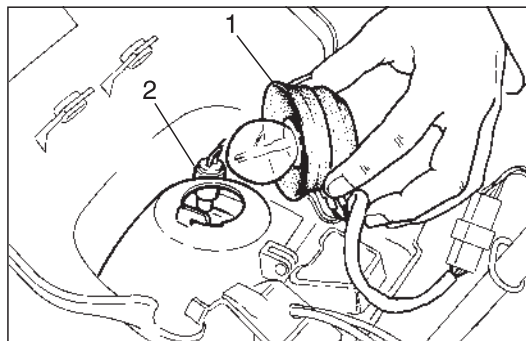

Fig. 40
SOSTITUZIONE LAMPADINE FANALE ANTERIORE (Fig. 40)
- togliere il cappuccio in gomma (1-Fig. 40);
- togliere il portalampada in gomma (2-Fig. 40) ed estrarre la lampadina;